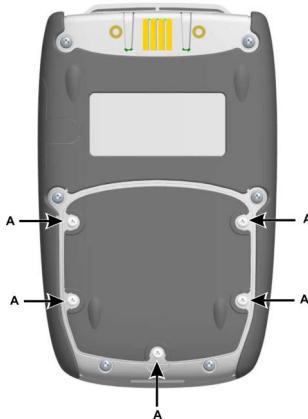

図 1: 背面
1. 5 本のポジドライブ (Pozidriv) ネジを外します (A) (「図 1 背面」を参照)。